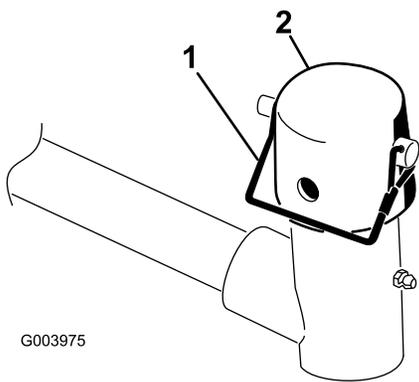

图9
- 从提升臂轴轂上拆下锁扣销和中心盖（图9）。
11. 使用保险销将中心盖和承载架轴固定到提升臂轭。如果需要可偏转的滚刀组，可使用槽；如果需要滚刀组锁定到位，可使用孔（图9）。